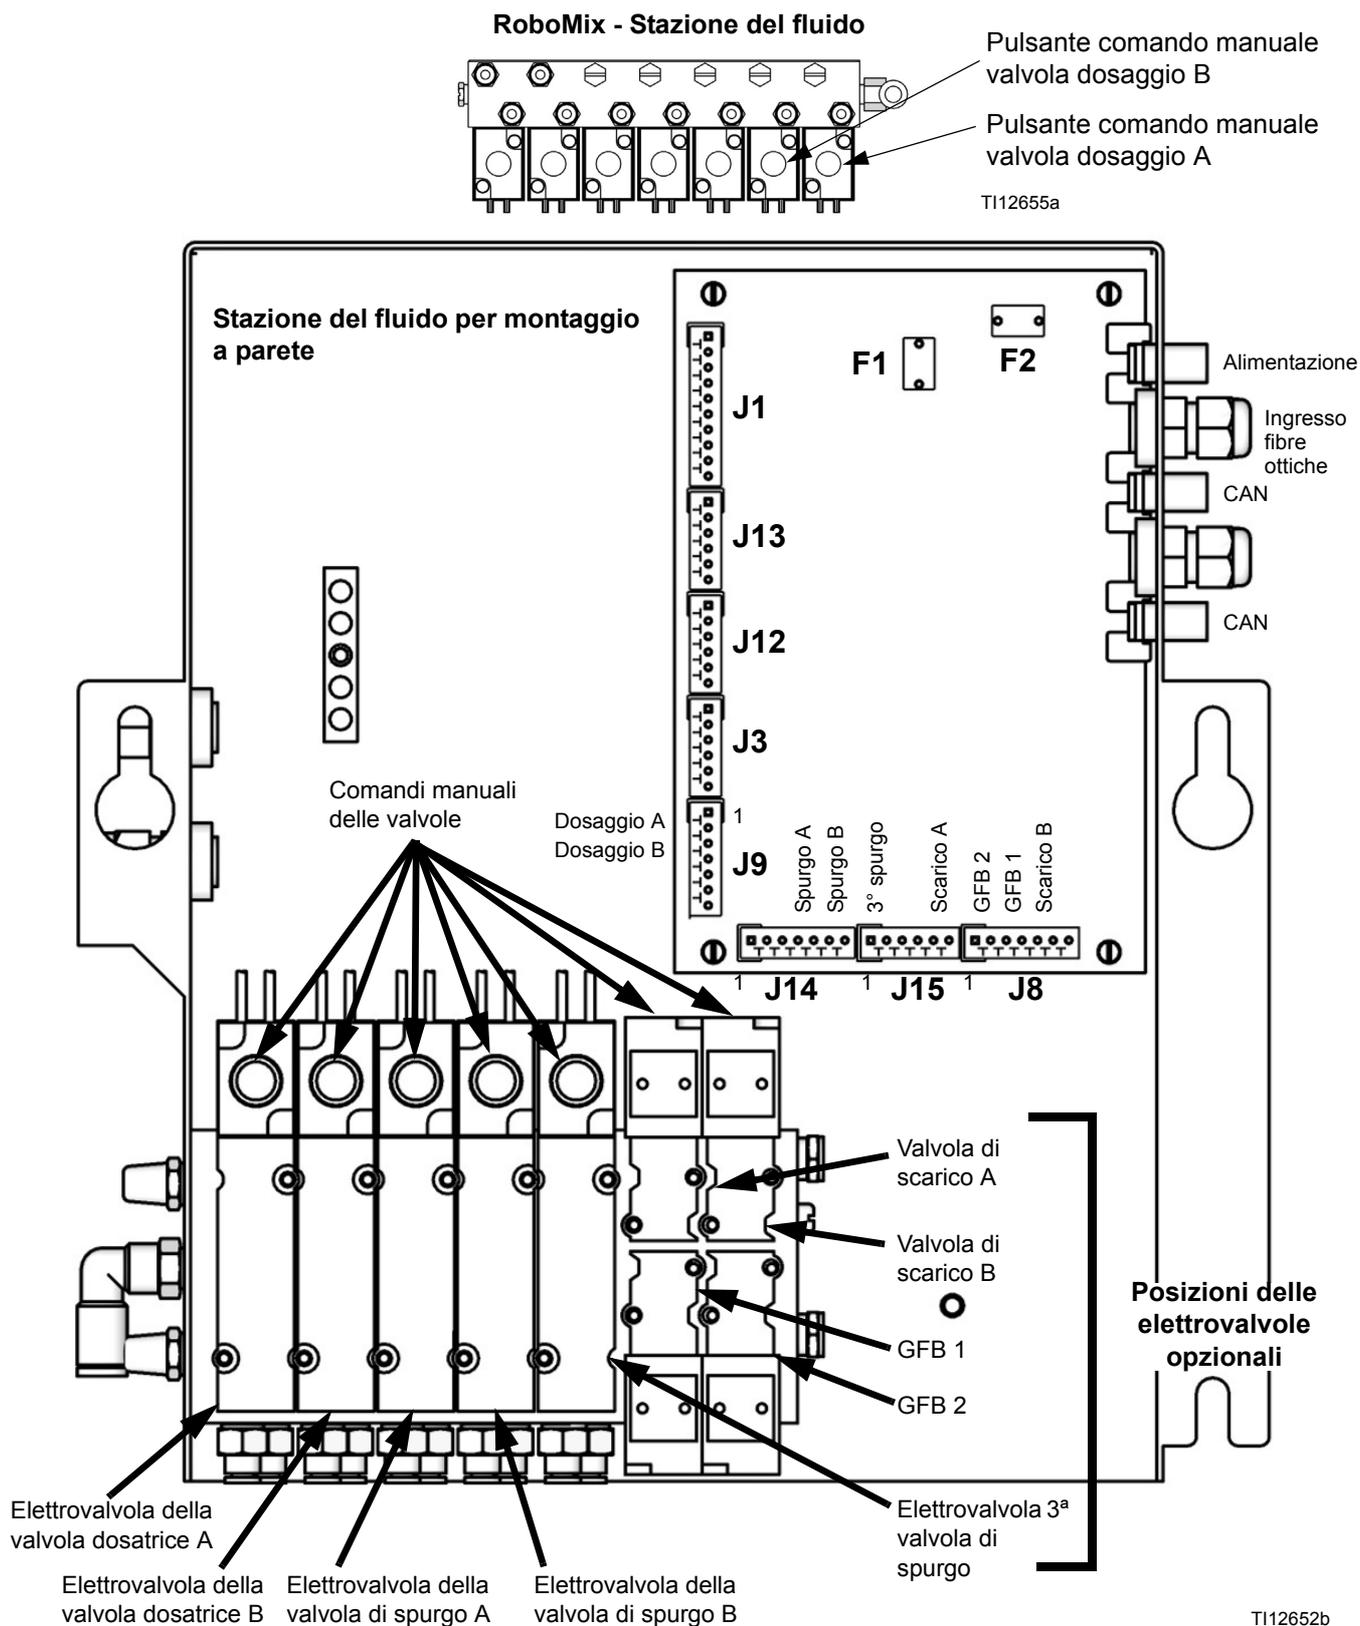

FIG. 5 Scheda ed elettrovalvole della stazione del fluido
2. Con la pistola attivata, premere il comando manuale sulle elettrovalvole delle valvole dosatrici A e B per scaricare la pressione. Vedere FIG. 5.
5. Con la pistola attivata, premere il comando manuale delle elettrovalvole delle valvole di spurgo A e B per scaricare la pressione dell'aria e del solvente. Vedere FIG. 5. Verificare che la pressione del solvente sia ridotta a 0.
3. Tenere premuto il comando manuale dell'elettrovalvola della valvola di scarico A, FIG. 5.
5. Tenere premuto il comando manuale elettrovalvola della valvola di scarico B, FIG. 5.
7. Tenere premuto il comando manuale dell'elettrovalvola della valvola di scarico A, FIG. 5.
9. Tenere premuto il comando manuale elettrovalvola della valvola di scarico B, FIG. 5.
3. Guasto dell'elettrovalvola	<p>Attivare le valvole manualmente togliendo il coperchio del pannello del fluido e premendo e rilasciando i pulsanti di comando manuale delle elettrovalvole. FIG. 5.</p> <p>Utilizzare le procedure diagnostiche della scheda di controllo per verificare i segnali. Se i segnali non si attivano correttamente, passare a Causa 4.</p> <p>Le valvole dovrebbero aprirsi di scatto e chiudersi rapidamente. Un'eventuale lentezza nell'attuazione delle valvole può essere causata da quanto segue.</p> <ul style="list-style-type: none"> • Pressione dell'aria degli attuatori delle valvole troppo bassa. Vedere la Causa 1. • L'elettrovalvola è ostruita. accertarsi che l'alimentazione dell'aria abbia un filtro di 5 micron installato. • Qualcosa ostruisce l'elettrovalvola o la tubazione. Controllare l'uscita dell'aria dalla linea per l'elettrovalvola corrispondente quando la valvola è azionata. Eliminare l'ostruzione. • Una delle valvole dosatrici è troppo serrata. Vedere il manuale d'uso del ProMix 2KS per le impostazioni. • La pressione del fluido è alta e quella dell'aria è bassa. • La guarnizione per fluido nella valvola è guasta. Consultare il manuale della valvola corrispondente per ottenere informazioni sulla riparazione.